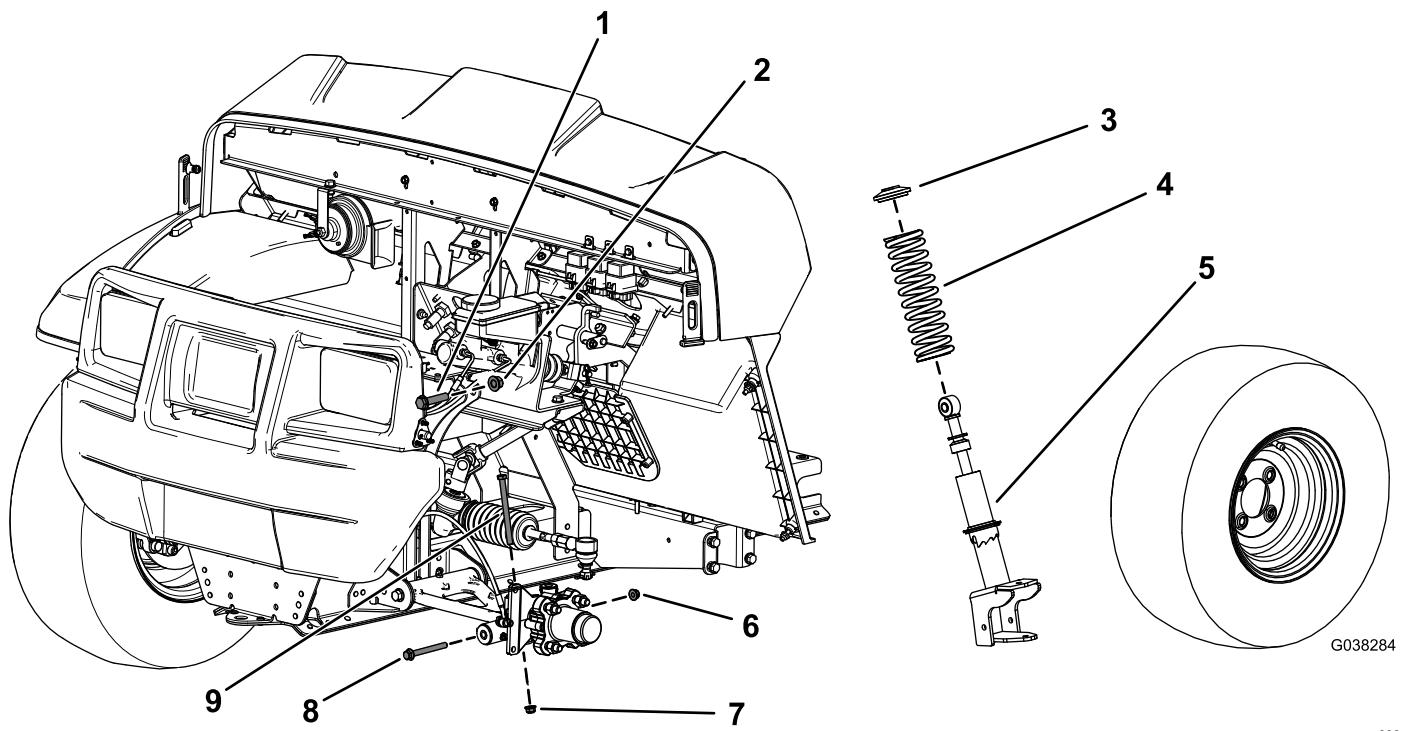

Figura 1
2. Retire o parafuso de cabeça sextavada ($\frac{3}{8}$ x $4\frac{1}{4}$ pol.) e porca flangeada ($\frac{3}{8}$ pol.) do eixo (Figura 1).
3. Retire o parafuso de cabeça sextavada ($\frac{3}{8}$ x $3\frac{1}{2}$ pol.) e porca flangeada ($\frac{3}{8}$ pol.) do braço de controlo (Figura 1).
4. Retire o parafuso de cabeça sextavada ($\frac{1}{2}$ x $2\frac{1}{4}$ pol.) e porca de bloqueio ($\frac{1}{2}$ pol.) que prende o conjunto do suporte à estrutura superior (Figura 1).
5. Remova o conjunto do suporte (Figura 1).
3. Remova a mola do conjunto do suporte (Figura 1).
4. Instale a nova mola no conjunto do suporte existente (Figura 1).
2. Prenda a parte superior do conjunto do suporte na estrutura com o parafuso de cabeça sextavada superior ($\frac{1}{2} \times 2\frac{1}{4}$ pol.) e uma porca de bloqueio ($\frac{1}{2}$ pol.) como se mostra na Figura 1.
4. Instale o parafuso de cabeça sextavada ($\frac{3}{8} \times 4\frac{3}{4}$ pol.) e porca flangeada ($\frac{3}{8}$ pol.) no eixo (Figura 1).
6. Prenda a parte inferior do conjunto do suporte no braço de controlo utilizando o parafuso de cabeça sextavada ($\frac{3}{8}$ pol. x $3\frac{1}{2}$ pol.) e uma porca flangeada ($\frac{3}{8}$ pol.) como se mostra na Figura 1.